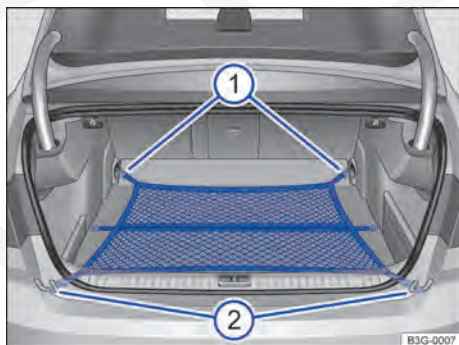

Fig. 139 No compartimento de bagagem: rede para bagagem presa.
- Prender os ganchos da rede para bagagem nos olhais de amarração no encosto do banco traseiro → Fig. 139 ❶. O zíper da rede para bagagem deve estar voltado para cima → ▲.
- Enganchar os ganchos na outra extremidade da rede para bagagem nos olhais de amarração no canto do compartimento de carga → Fig. 139 ❷.